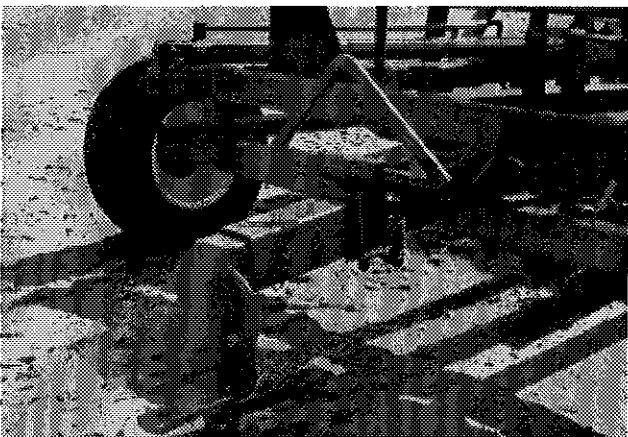

Figure 19
- 4) Ajuster la longueur de la pôle du SilaTube à sa position la plus courte. Si toutefois elle risque d'entrer en contact avec le devant du tracteur ou avec des buttes de terre lors du dépôt des balle sur le SilaTube, il est préférable qu'elle soit enlevée complètement. (fig. 19)